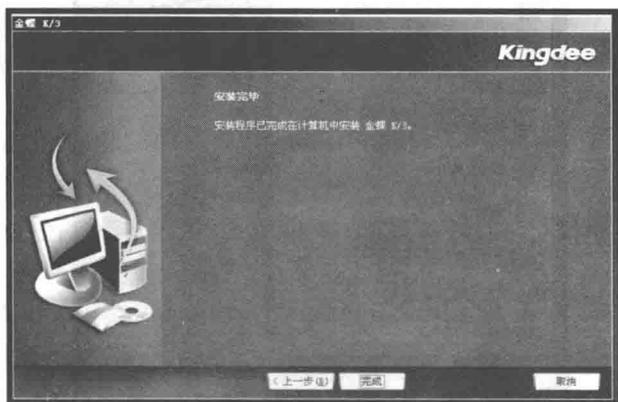

图 1-16 安装完毕
(3) 单击“完成”按钮，如图 1-16 所示，安装完成后通常会要求重启计算机，否则 K/3 不能正常运行。